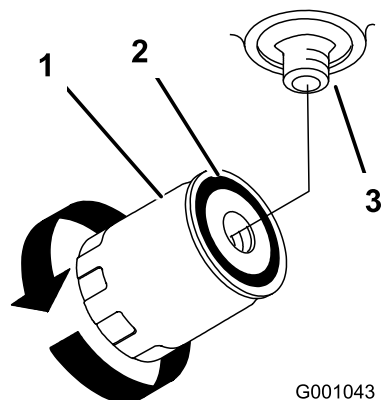

Figure 83
4. Déposez le filtre usagé et essuyez la surface du joint de l'adaptateur (Figure 83).
7. Tournez le filtre dans le sens horaire jusqu'à ce que le joint touche l'adaptateur, puis donnez 1/2 tour supplémentaire (Figure 83).